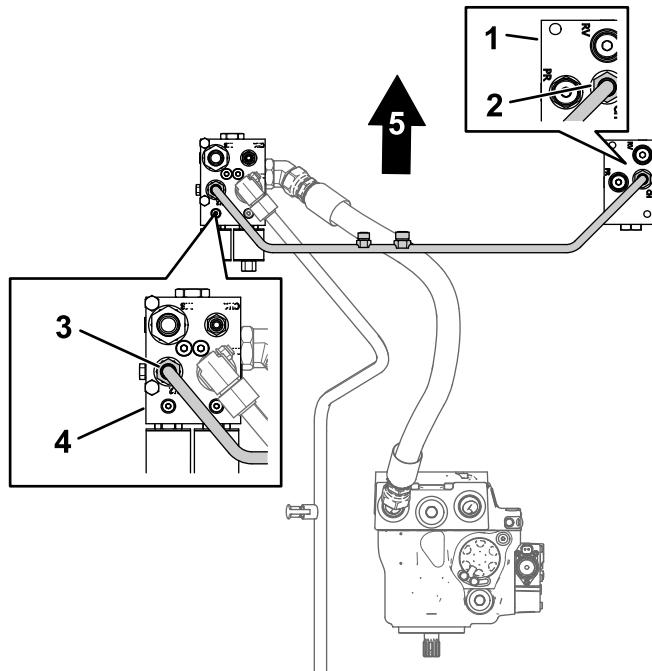

Figura 9
2. Alinhe as porcas do tubo para o tubo do coletor transversal com as uniões no coletor de tração traseiro e no coletor do divisor de fluxo (Figura 9).